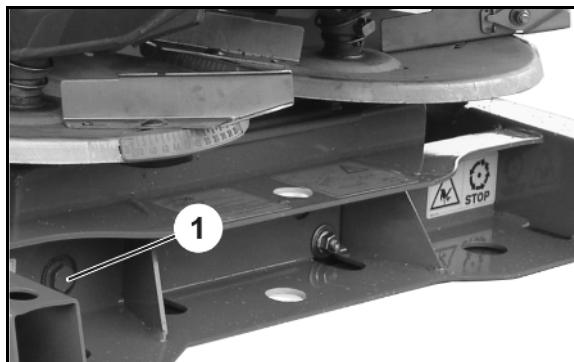

図 98
2. ばね(図98/1)はナット(図98/2)を緩めることで負荷を減らします。